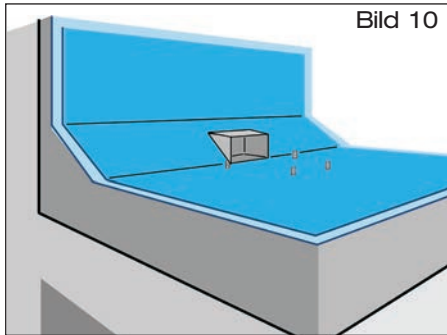

Bild 10
- 2.4 Anschlussbahn bauseits aus vorhandener Bitumen-Dachdichtungsbahn, Größe: ca. 700 mm x 1000 mm, zuschneiden. Mit Locheisen Löcher $\varnothing = 8$ mm für die Durchführung der Gewindebolzen in der Anschlussbahn vorsehen. Im Bereich des Attikaablaufes Aussparung für das Ablaufrohr ausführen (Bild 10). Den Klebeflansch 100 mm umlaufend mit Bitumen-Voranstrich versehen (Abluftzeit beachten). Anschlussbahn über Ablauf legen und im Schweißverfahren mit Klebeflansch verbinden.